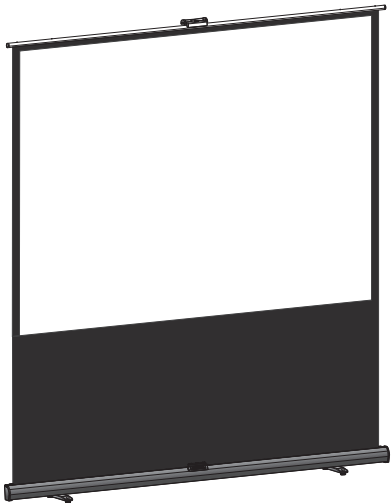

图 9
5. 按图 6-8 所示提起手柄，慢慢地将银幕展开至所需要的高度并静止三秒钟，银幕即可定位使用（如图 9）。